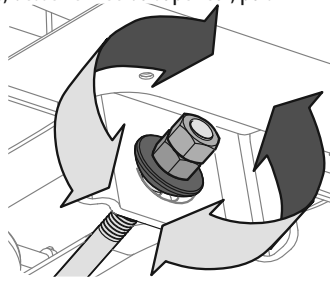

Figure 39
4. Pour *relever* l'avant du plateau de coupe, desserrez l'écrou supérieur, puis serrez l'écrou inférieur (tournez vers la droite). Voir Figure 39. Une fois le réglage approprié effectué, serrez l'écrou supérieur à un couple de 34-40 N m (25-30 pi-lb).
5. Pour *abaisser* l'avant du plateau de coupe, desserrez l'écrou supérieur, puis l'écrou inférieur (tournez vers la gauche). Voir Figure 39. Une fois le réglage approprié effectué, serrez l'écrou supérieur.